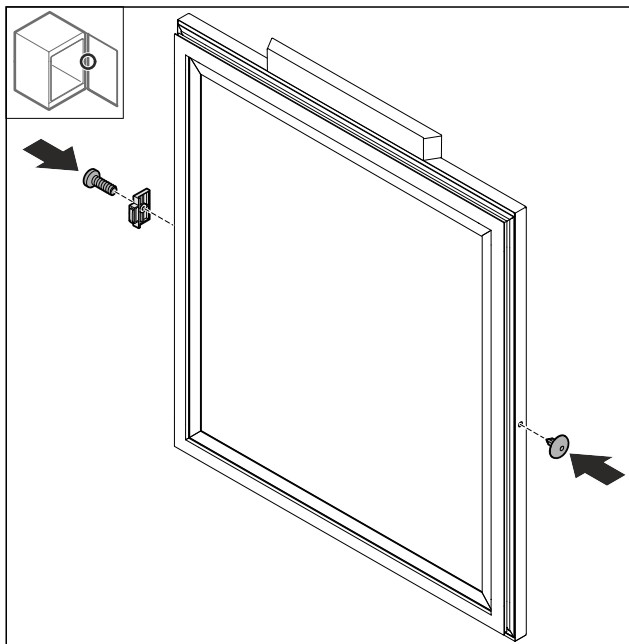

Fig. 49
- ▶ Za 180° obrnjen nastavek za vrata Fig. 49 (1) namestite na nasprotni strani.
- ▶ Pokrov Fig. 49 (2) vstavite na nasprotni strani.